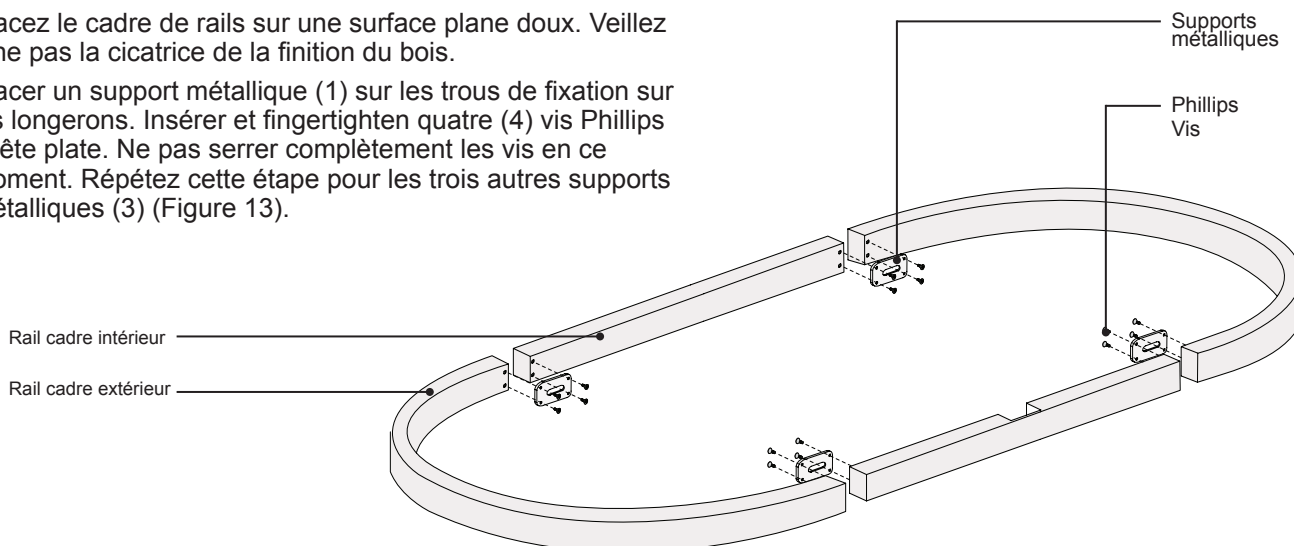

Figure 13. Assemblée à ossature de bois
- ❶ Retirez les longerons de châssis interne et externe de l'emballage.
- ❷ Placez le cadre de rails sur une surface plane doux. Veillez à ne pas la cicatrice de la finition du bois.
- ❸ Placer un support métallique (1) sur les trous de fixation sur les longerons. Insérer et fingertighten quatre (4) vis Phillips à tête plate. Ne pas serrer complètement les vis en ce moment. Répétez cette étape pour les trois autres supports métalliques (3) (Figure 13).